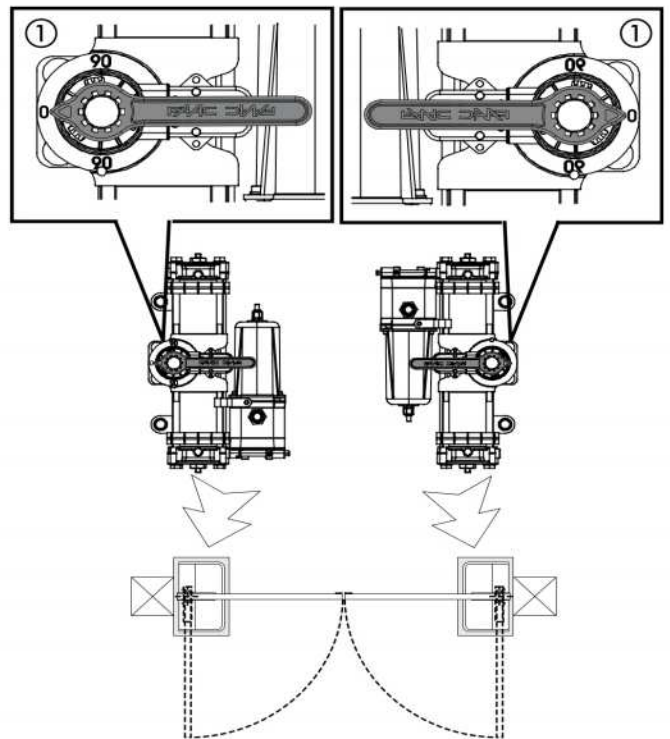

Fig.15
- 6) Sin mover el piñón inserte en el operador la llave suministrada en dotación, tal y como se indica en la figura 15, y compruebe que la misma indique el 0 (CERO) en el plástico del operador (Fig. 15 ref.Ⓛ) ; si procede gire el piñón con la llave. (IMPORTANTE PARA EL CORRECTO ACOPLAMIENTO PIÑÓN-DESBLOQUEO MECÁNICO EN FASE DE MONTAJE).